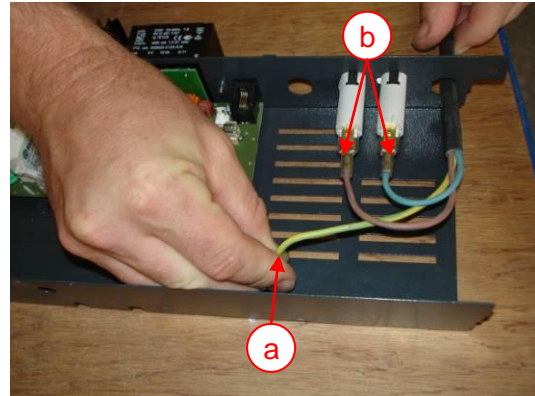

Abb. 36 – Netzkabel Anschlüsse
- Erdungsleitung am zentralen Erdungspunkt (Abb. 36 a) ausstecken.
- Netzkabel an den Sicherungsautomaten (Abb. 36 b) ausstecken.